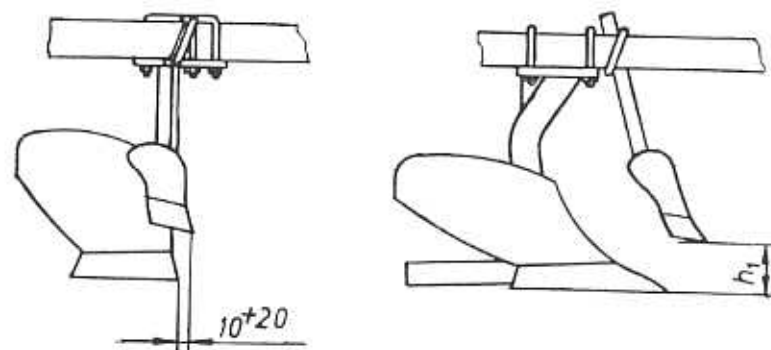

Abb. 10
9. ist der Kombi-Vorschneider richtig eingestellt (Abb. 10);